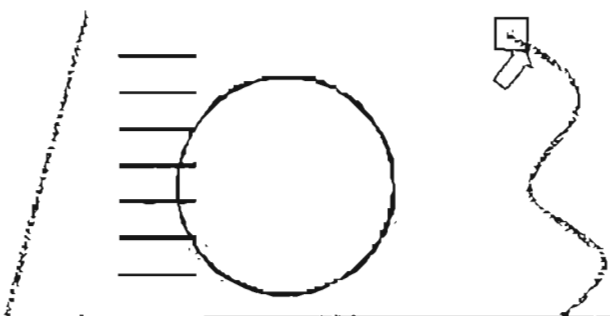

Рис. 7.54. Выбор граничных кромок
2. Выберите граничные кромки, которыми в данном случае служат наклонный отрезок и сплайн (рис. 7.54). Для завершения выбора граничных кромок нажмите правую клавишу мыши.